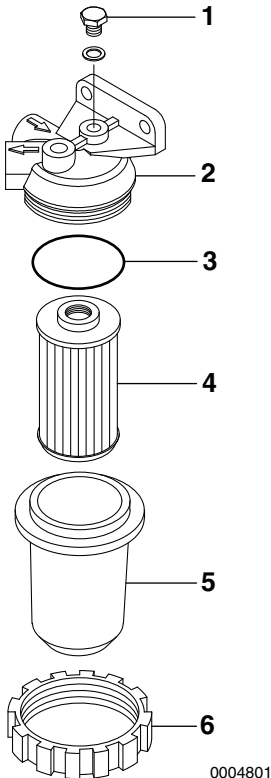

Figura 4
3. Allentare la vite di scarico dell'aria (**Figura 4, (1)**) girando 2 o 3 volte.